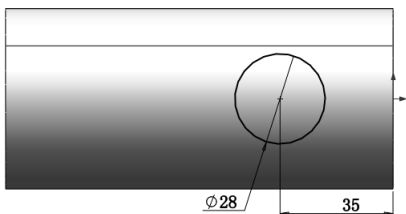

图 12-65 绘制草图 2
**04** 绘制草图。在左侧的“FeatureManager 设计树”中用鼠标选择“右视基准面”作为绘制图形的基准面。单击“草图”控制面板中的“圆”按钮, 绘制草图轮廓, 标注并修改尺寸, 结果如图 12-65 所示。